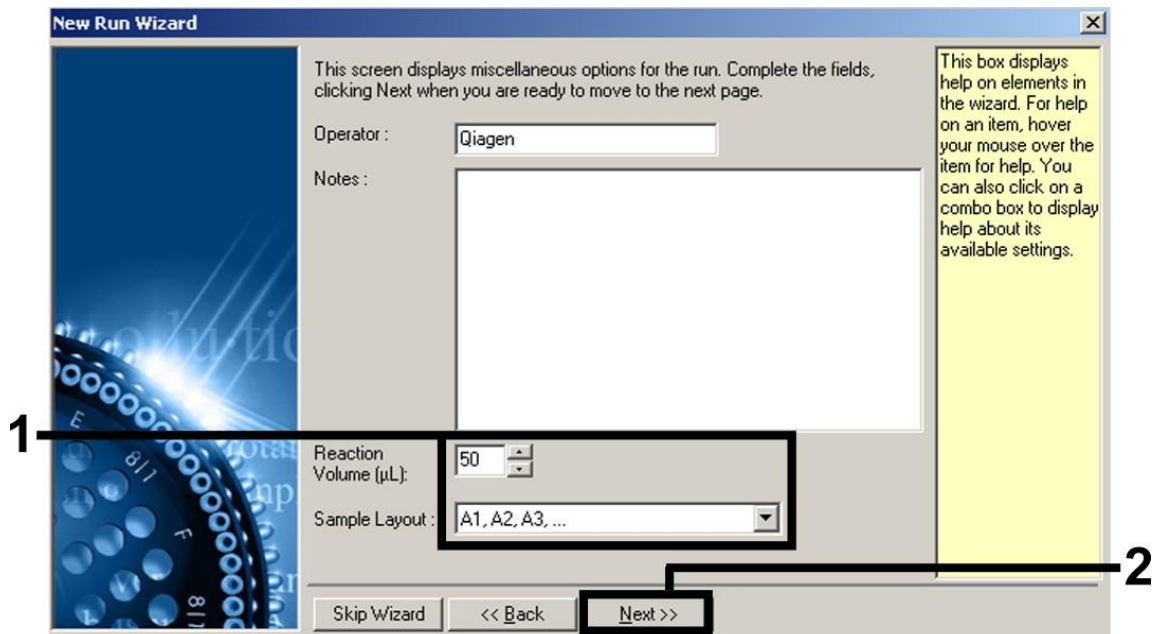

Figura 5. Definição dos parâmetros de ensaio gerais.
7. Selecionar 50 para o volume de reação da PCR e clicar em “Next” (figura 5).